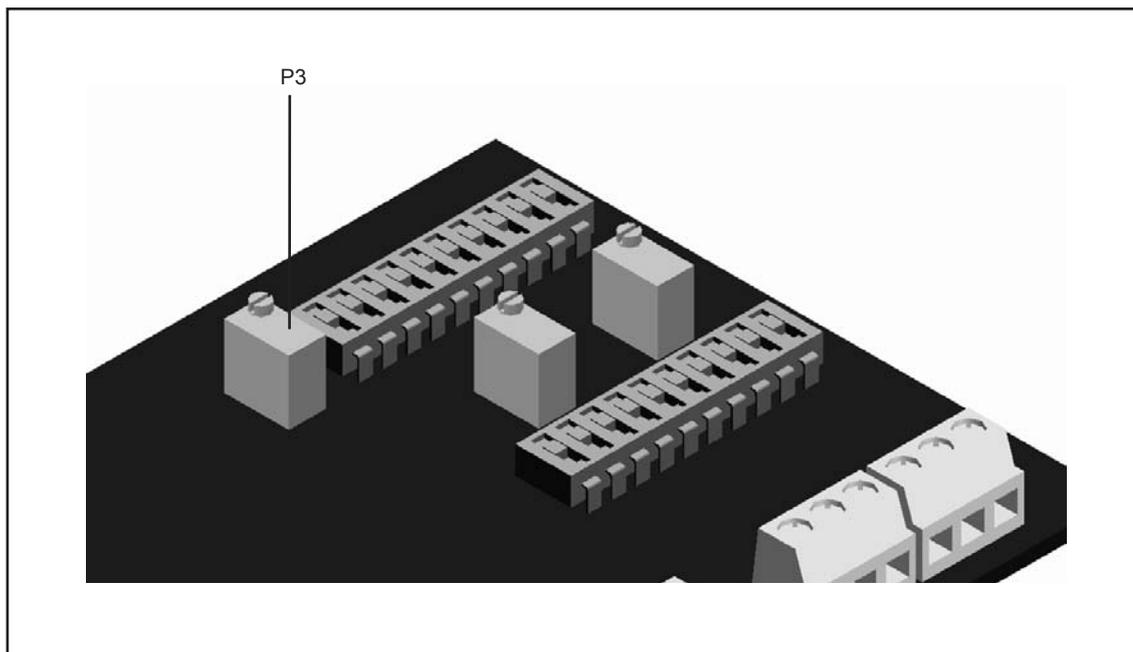

Fig. 5-12 : Position du potentiomètre P3
- Ajuster précisément la tension ou le courant désiré (par exemple 8V en position maximum) à l'aide du potentiomètre P3 (se référer à la figure 5-12 pour l'emplacement du potentiomètre sur le circuit).